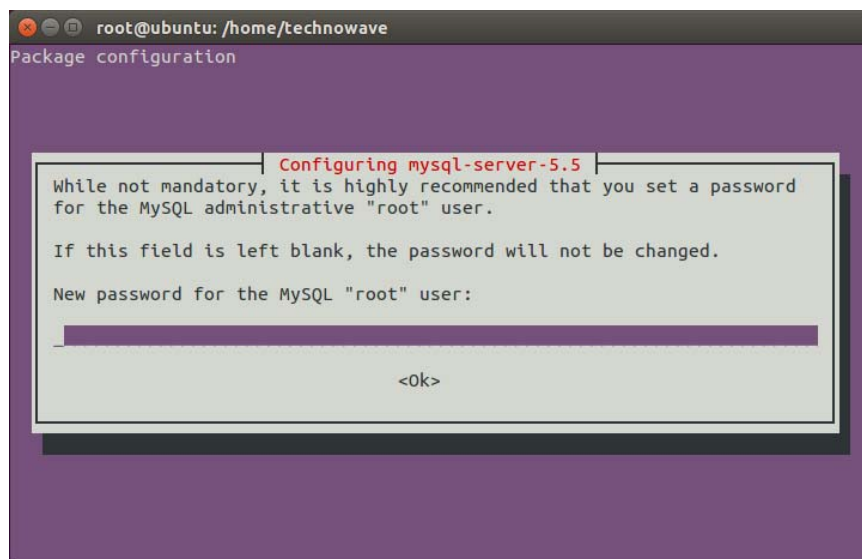

図 12 パスワード入力画面
7. インストールの途中で、MySQLで使用する「root」ユーザーのパスワード設定に関する画面(図 12)が表示されますので、必要の場合はパスワードを設定してください。パスワードを設定しない場合は空欄のまま「<Ok>」を押してください。
10. 「MySQLのユーザー名」に"root"、「MySQLのパスワード」と「Enter password」に図 12で設定したパスワードを入力してください。図 12でパスワードを設定していない場合は未入力状態で[Enterキー]を押してください。